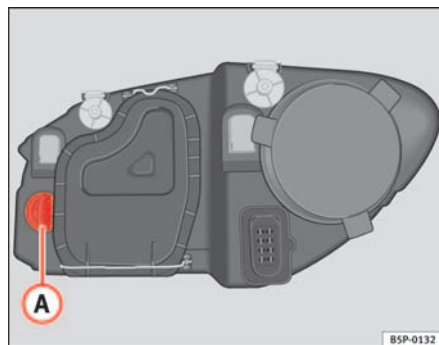

Fig. 180 Lámpara luz intermitente
- Gire el portalámparas ⇒ fig. 180 **A** a la izquierda y tirar.